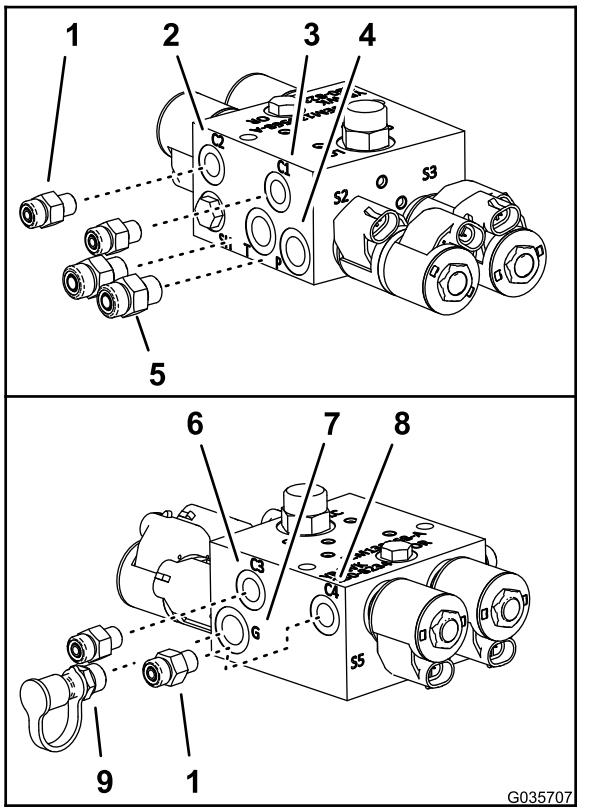

Figura 11
- No novo coletor do cilindro de elevação, monte as uniões hidráulicas retas (Figura 11) que retirou no passo 3 na porta P e na porta T.
- Monte as 4 uniões hidráulicas retas do kit de nivelamento Ultra Sonic Boom nas portas C1, C2, C3 e C4 no novo coletor do cilindro de elevação (Figura 11).
- Monte a união e a tampa de diagnóstico que retirou no passo 4 na porta G do novo coletor do cilindro de elevação (Figura 11).